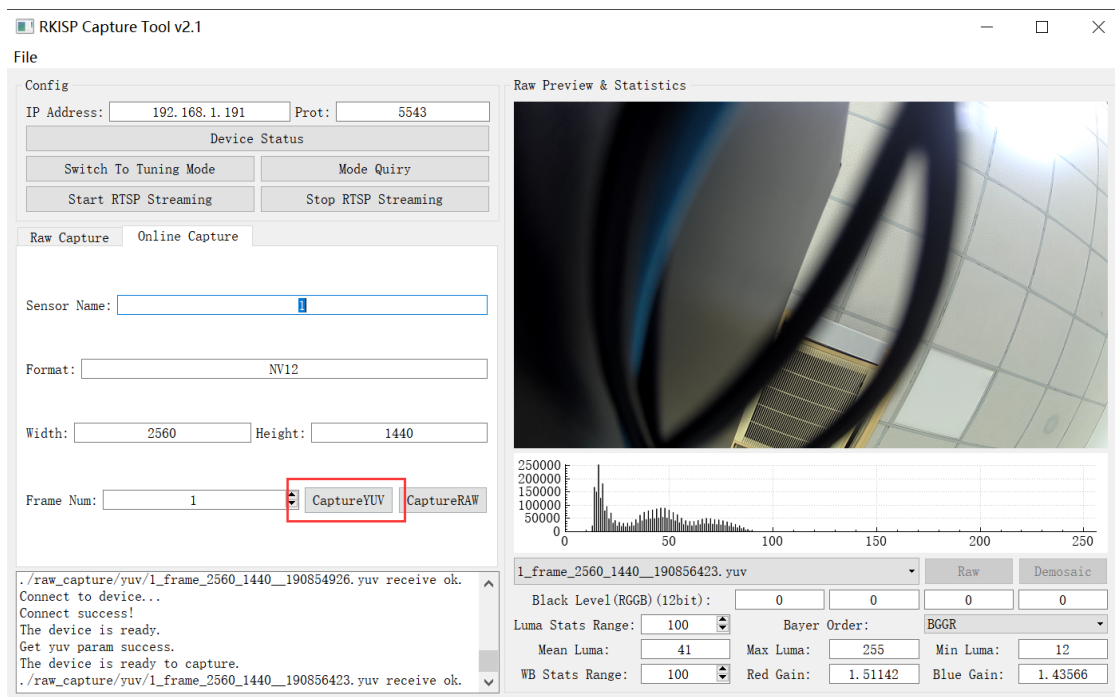

图3-7-2-1
5. 点击Capture YUV，右侧预览会显示采集到的YUV图像，文件将存放在raw_capture/yuv/下，如图3-7-2-1所示